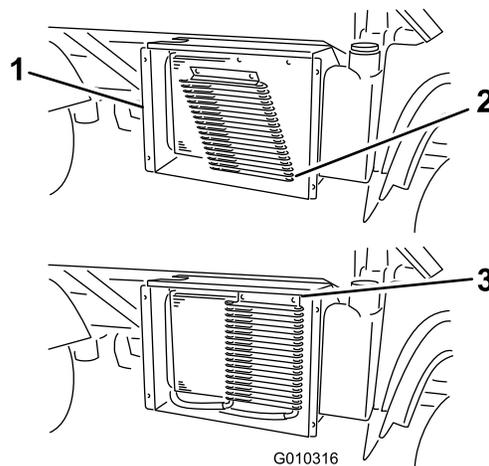

Рисунок 69
6. Поверните защелки (если они предусмотрены) и отведите от радиатора масляный охладитель (Рисунок 69).